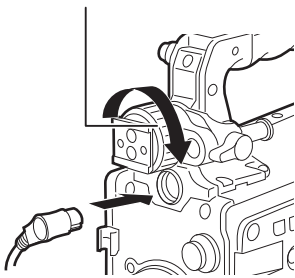

Fig. 1
- 2 Collegare la spina di collegamento al terminale <VF> della videocamera. (Fig. 1)
- 3 Allentare la ghiera di posizionamento orizzontale del mirino. (Fig. 1)